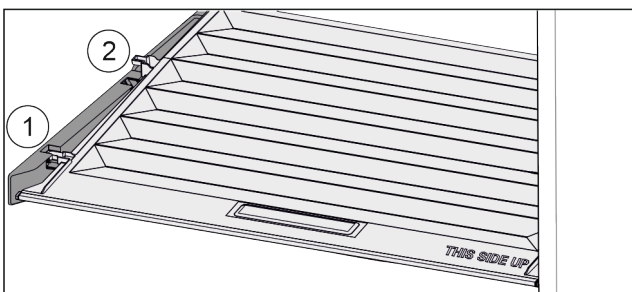

Fig. 27
- Tirer le couvercle vers l'avant jusqu'à dans l'orifice des pièces de retenue Fig. 27 (1).
- Le soulever par le bas à l'arrière et le sortir par le haut Fig. 27 (2).